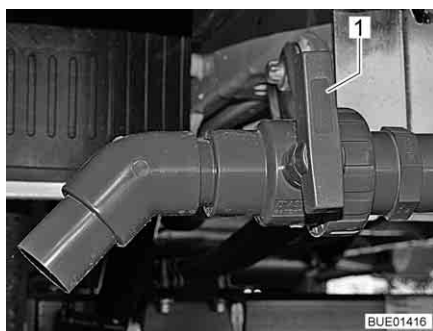

Fig. 244 Rubinetto di scarico
- Girare la maniglia (Fig. 244,1) del rubinetto di scarico nella direzione di scorrimento.